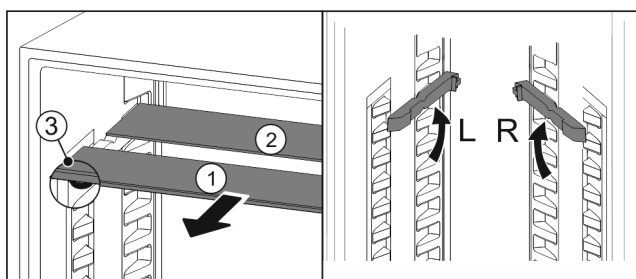

Fig. 142
- Skleněné desky jednotlivě vytáhněte dopředu Fig. 142 (1).
- Skleněná deska Fig. 142 (1) s ozdobnou lištou leží vpředu.
- Zarážky Fig. 142 (3) směřují dolů.